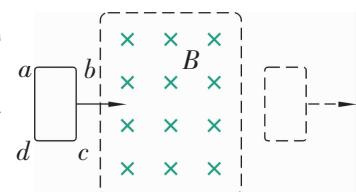

图 1-3-6
2. 如图 1-3-6 所示, 长方形区域内为匀强磁场, 在矩形线圈 $abcd$ 从左到右穿过的整个过程中: